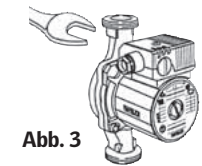

Abb. 3
- Beim Verschrauben der Pumpe in die Rohrleitung kann die Pumpe mit einem Maulschlüssel an den dafür vorgesehenen Schlüsselflächen (falls vorhanden) gegen Verdrehen gesichert werden (Abb. 3).